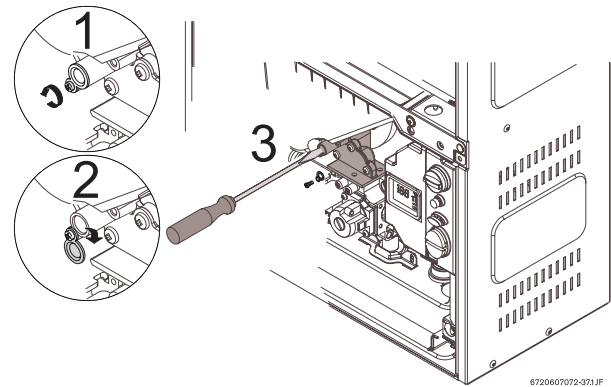

Fig. 44
- Afloje el tornillo Philips amarillo (1) y la cubierta debería girarse hacia abajo (2) para descubrir un tornillo con cabeza ranurada de cobre. Fig. 44.